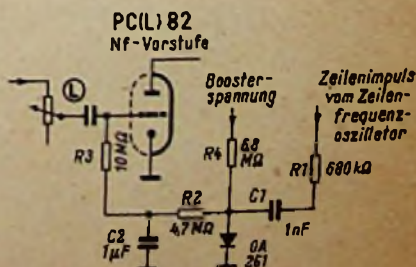

Bild 9. Schaltung zur Unterdrückung des Anheizbrumms (Tonfunk)
Bild 9 zeigt eine solche Sperrschaltung, wie sie von Tonfunk verwendet wird. Wieder einmal nimmt man, wie in modernen Empfängern häufig, den Zeilenimpuls zu Hilfe. Allerdings stammt er hier nicht aus der Zeilenendstufe, denn diese ist ja wegen der noch nicht angeheizten Boosterdioden noch inaktiv, sondern man nimmt einen gewissen Betrag der Zeilensteuerspannung aus dem Sinusoszillator ab. Er erreicht über R1 und C1 die Diode OA 281. Hier wird die Zeilenfrequenz gleichgerichtet; die entstehende Spannung reicht aus, um über R2/C2 und R3 das Gitter der Nf-Vorröhre PC(L) 82 zu sperren. Nach dem Ende der Anheizzeit der Boosterdioden PY 88 hebt die entstehende hohe Boosterspannung über R4 die negative Sperr-Vorspannung auf. R4 ist derart bemessen, daß an C2 nach der Anheizzeit keine Spannung mehr steht.